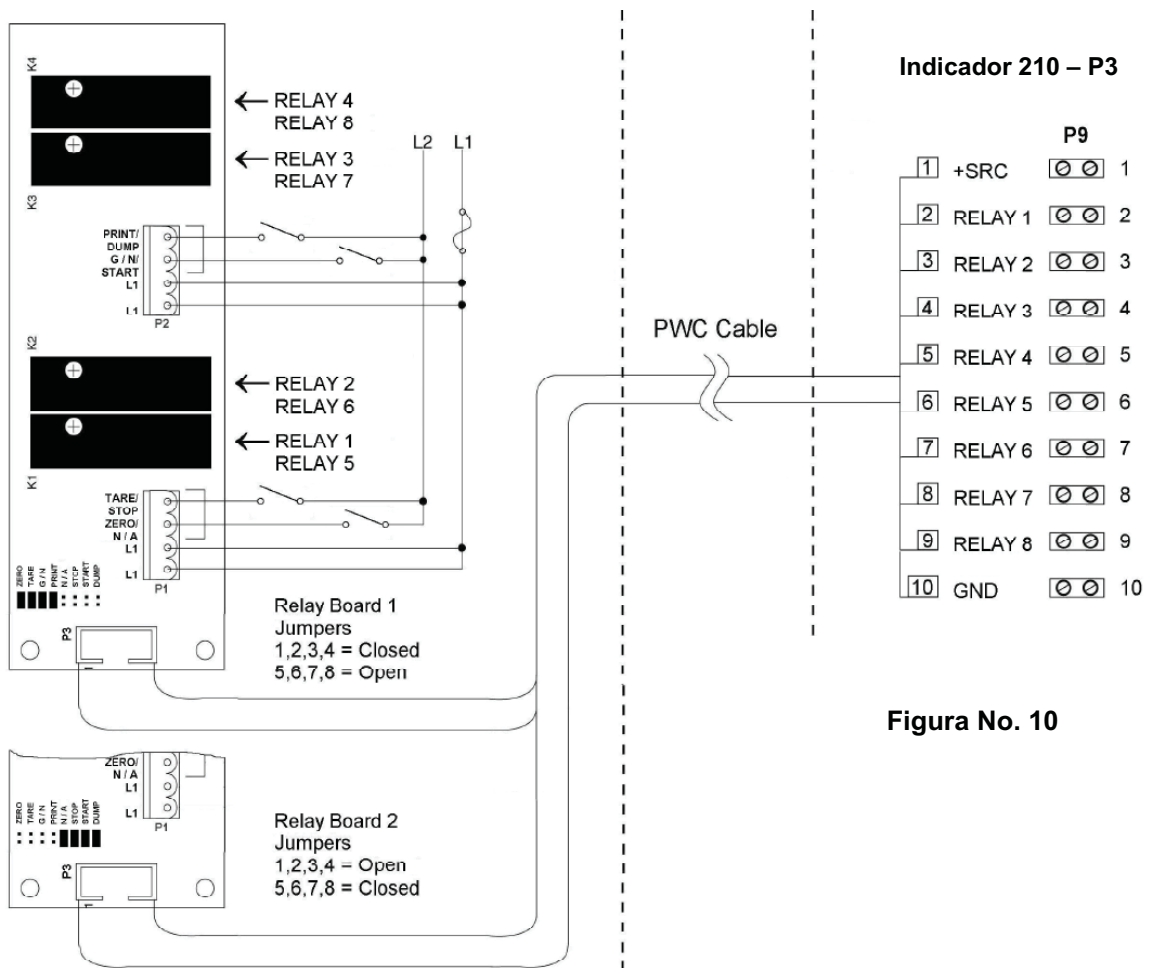
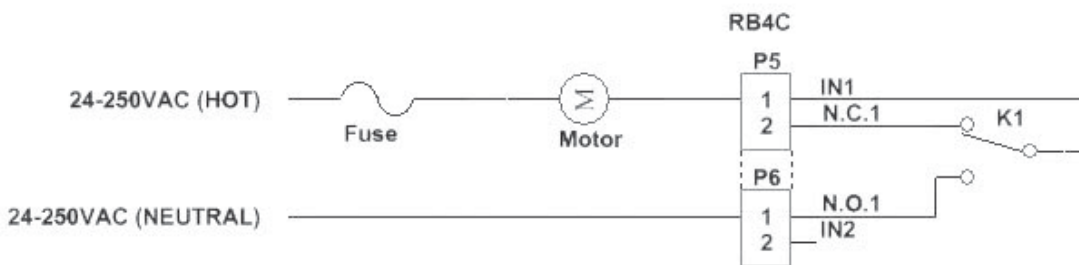
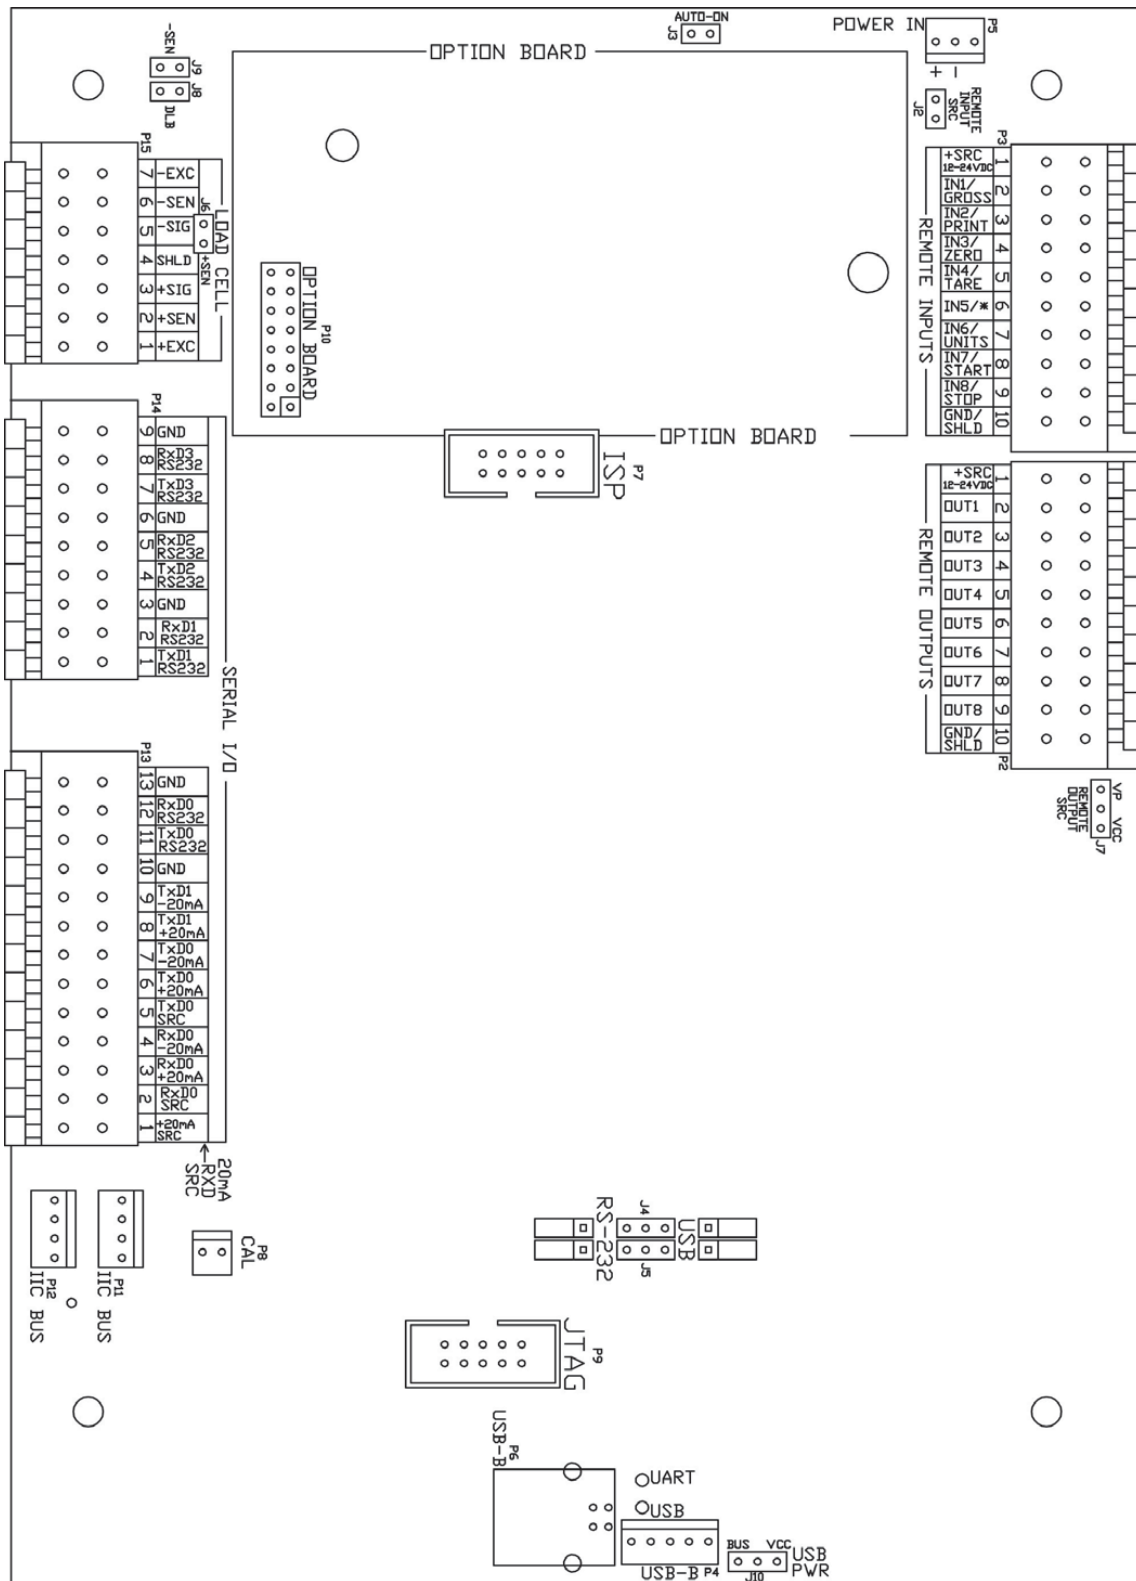

Figura No. 10
Figura No. 13
Figura No. 15
4. Conecte el cable USB en el conector USB-B P6. Vea la Figura No. 15 para la ubicación de P6.
Ver la Figura No. 10 para la tarjeta de Relé de Entrada AC, Figura No. 11 en relación con tarjetas de Relé de Salida CA, Figura No. 13 para la tarjeta de Relé RB4C y Figura No. 15 para la Tarjeta Principal de Circuitos Impresos.
Se incluyen 4 entradas programables con el I/O y pueden ser utilizadas para iniciar varias funciones dentro del indicador de manera remota (hasta 100 pies). El acceso a estas entradas es a través del block de terminal (P3) en la parte posterior del tablero de Circuitos Impresos (ver Figura No. 15). Las 8 entradas se definen así:
Las Tarjeta(s) de Relé de Entrada AC están montadas en una caja de conexiones externa que utiliza el indicador 225. La RB4-ACIN (115 VAC) o RB4-ACINV (230 VAC) contiene una tarjeta y soporta hasta 4 entradas (seleccionables por medio de puentes). La RB8-ACIN (115 VAC) o RB8-ACINV (230 VAC) contiene dos tarjetas y soporta hasta siete entradas que son seleccionables por medio de puentes. La tarjeta de relés usada en las versiones de 115 VAC es la Cardinal p/n 8200-C324-0A. La versión de 230 VAC utiliza la tarjeta de relé Cardinal p/n 8200-C324-1A. Conecte los dispositivos como se muestra en la Figura No. 10.
El puente J7 de Fuente de Salida Remota, cuando está conectado, permite que el indicador 210 proporcione (fuente) VP (15VDC) ó VCC (5vdc) a un relé de estado sólido u otra carga de 200 ohms o mayor. La conexión positiva de los relés debe estar conectada a los pines de conexión PWC y el alambre negativo de los relés al pin GND. Vea la Figura No. 15 para la ubicación del puente y SALIDAS REMOTAS.
6. Conecte cada uno de los alambres a las SALIDAS REMOTAS del bloque de terminal (P10) observando la Figura No. 15 para ubicar los bloques de terminal.